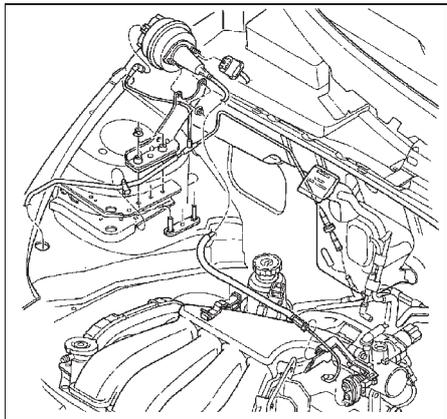
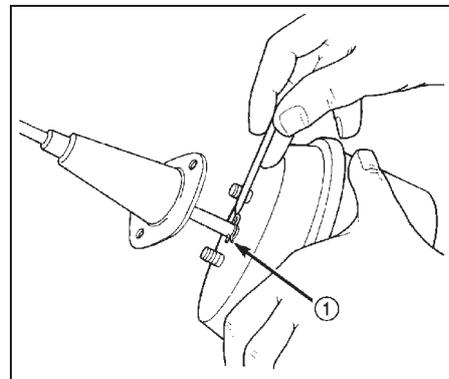

Рис. 2. Приводы системы поддержания скорости.
Рис. 5. Стопорное кольцо троса.
Расположение основных узлов показано на рис. 2. Система поддерживает скорость движения в диапазоне от 40 до 135 км/час.
- (4) Отверните две гайки крепления троса акселератора и кронштейн к сервоприводу (рис. 2).
- (5) Снимите сервопривод с монтажного кронштейна.
- (6) Отсоедините от сервопривода разъем проводки и вакуумный шланг.
- (7) Снимите стопорное кольцо крепления троса к сервоприводу (рис. 5).